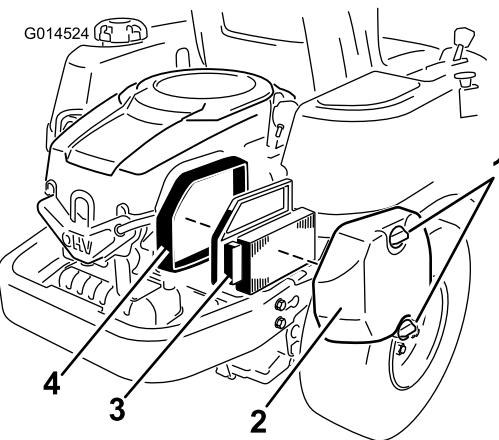

Figura 30
1. Togliete il coperchio del filtro dell'aria (Figura 30).
2. Rimuovete l'elemento del filtro dell'aria con la tenuta in gomma integrale (Figura 30).
5. Installate l'elemento del filtro dell'aria con il lato pieghettato rivolto verso l'esterno e appoggiate la tenuta in gomma sui bordi della base del filtro dell'aria (Figura 30).
6. Rimontate il coperchio del filtro dell'aria e fissateli con le due manopole (Figura 30).